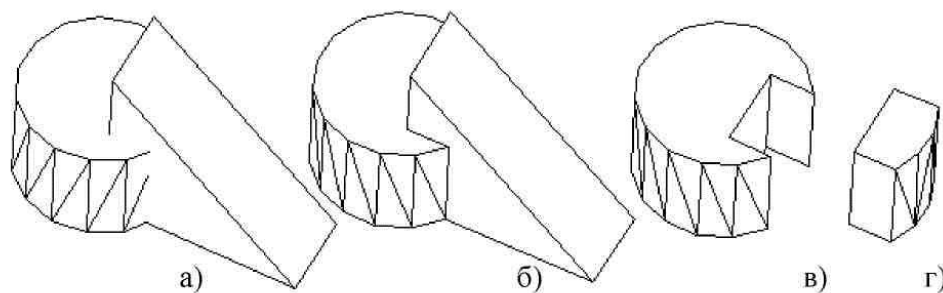

Рисунок 55 – Использование логических операций при моделировании тел.
Укажите объекты, которые необходимо объединить в один (например, цилиндр и клин, как показано на рис. 55а).
Объекты будут объединены в один твердотельный объект (см. рис. 55б).
Укажите объекты, из которых вы хотите вычесть другие (например, цилиндр на рис. 55).
Укажите объекты, которые необходимо "вычесть" (например, клин на рис. 55).
После выполнения команды исходный объект будет модифицирован, а вычитаемые объекты будут удалены. На рис. 55в показан результат: цилиндр с вырезом в форме клина.
Укажите объекты, из пересечения которых необходимо создать новый объект (например, цилиндр и клин на рис. 55).
- Система создаст новый твердотельный объект из общей части ранее указанных объектов. Результат пересечения показан на рис. 55г.